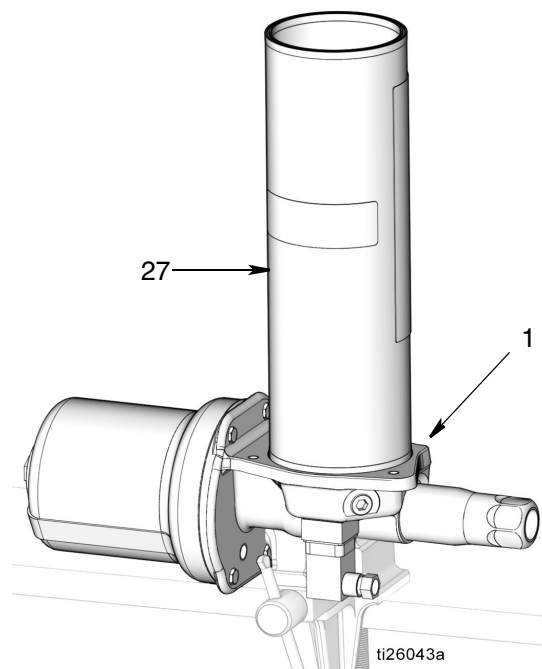

FIG. 57
11. Installare il serbatoio (27) nella base della pompa (1) (FIG. 57).